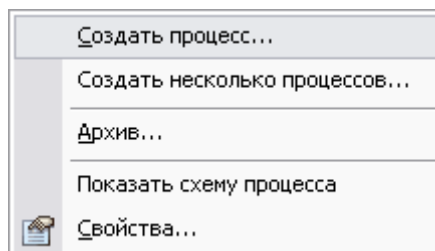

Рис. 24 Контекстное меню шаблона
1. Нажмите правой кнопкой мыши на название соответствующего шаблона и выберите из контекстного меню команду **Создать процесс...**(Рис. 24).